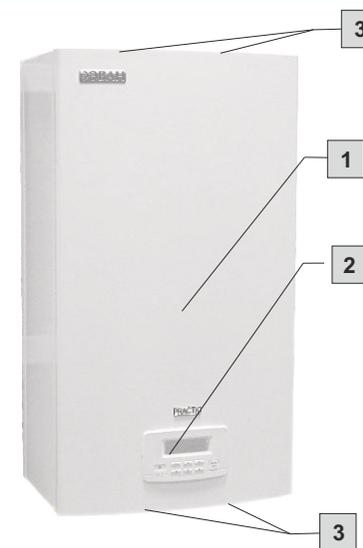

Рисунок 1. Внешний вид прибора.
5.6 Внешний вид прибора представлен на рис. 1.